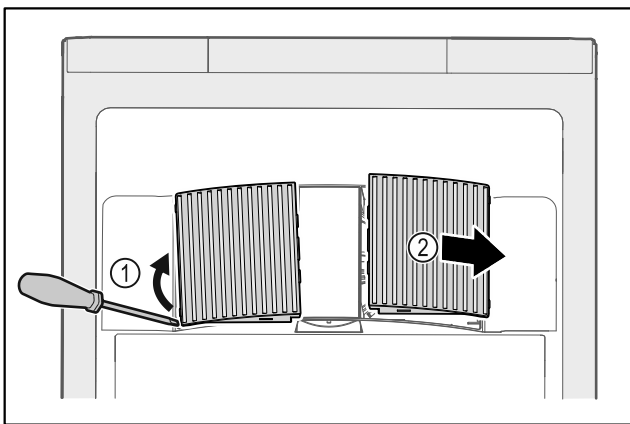

Fig. 154
- ▶ Αναμοχλεύστε προσεκτικά από το πλάι τα καλύμματα του ανεμιστήρα Fig. 154 (1) και αφαιρέστε τα προς τα εμπρός Fig. 154 (2).